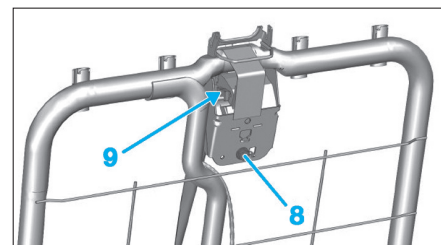

Fig. 29
- Déposer la vis (8) (Fig.29).
- Débrancher le connecteur (9) et déposer la ceinture de sécurité pyrotechnique avant.